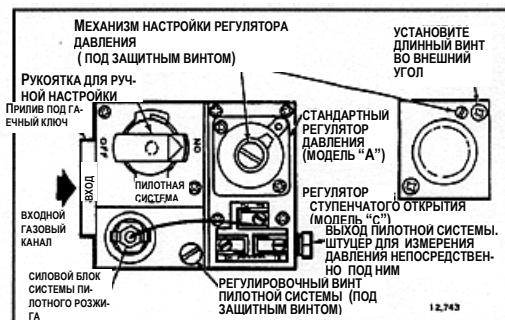

РИС. 6 – ВИД СВЕРХУ НА УСТРОЙСТВО РЕГУЛИРОВАНИЯ ПОДАЧИ ГАЗА СО СТАНДАРТНОЙ ПРОПУСКНОЙ СПОСОБНОСТЬЮ
3. Отвинтите латунный уплотняющий фитинг с выходного канала пилотной системы (Рис. 6 и 7). Сдвиньте фитинг вдоль трубы так, чтобы он не мешал работе.
Соединение термоэлемента и силового блока или прерывателя ЕСО (рис. 6 и 7) является электрическим соединением, поэтому должно быть всегда сухим и хорошо очищенным. Никогда не используйте в этом соединении компаунд для труб. Это соединение следует затягивать не более, чем на 1/4 оборота после ручной затяжки для обеспечения хорошей электропроводности.